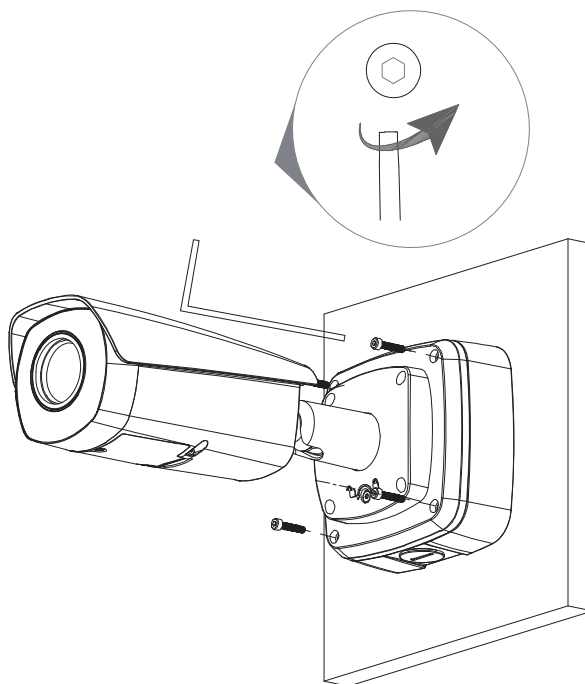

Рисунок 4.6 – Монтаж
9. С помощью ключа S3.0 «Шестигранник» из комплекта поставки кронштейна затяните фиксирующие винты (Рисунок 4.6).